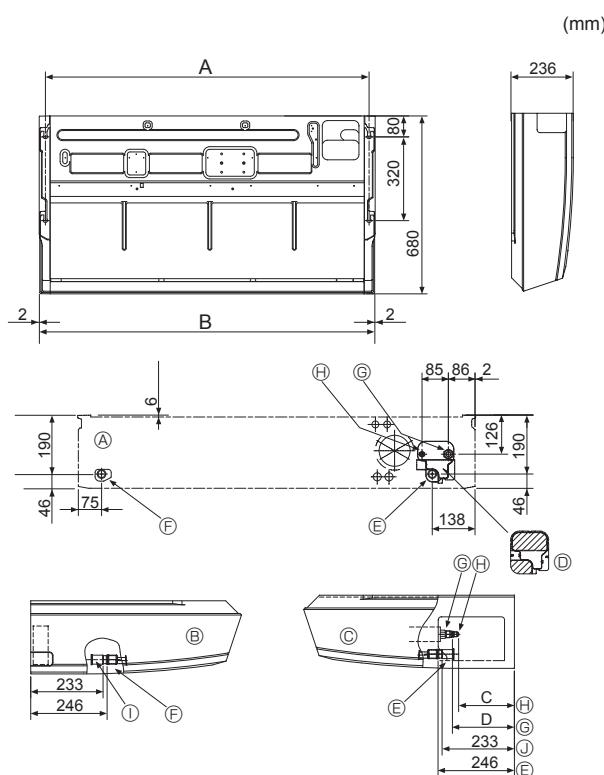

Fig. 3-2
3.2. Προταρασκευή για την εγκατάσταση (Fig. 3-2)